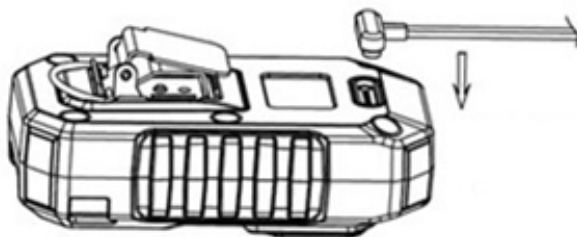

Рисунок 9 - Подключение зарядного устройства.
3.5.1 Заряд аккумуляторной батареи прибора должен производиться вне взрывоопасной зоны. Газоанализатор оснащен магнитный механизм для зарядки (рисунок 9). Поднесите конец зарядного провода к разъему зарядки на задней части газоанализатора до примагничивания, зарядка начнется автоматически.